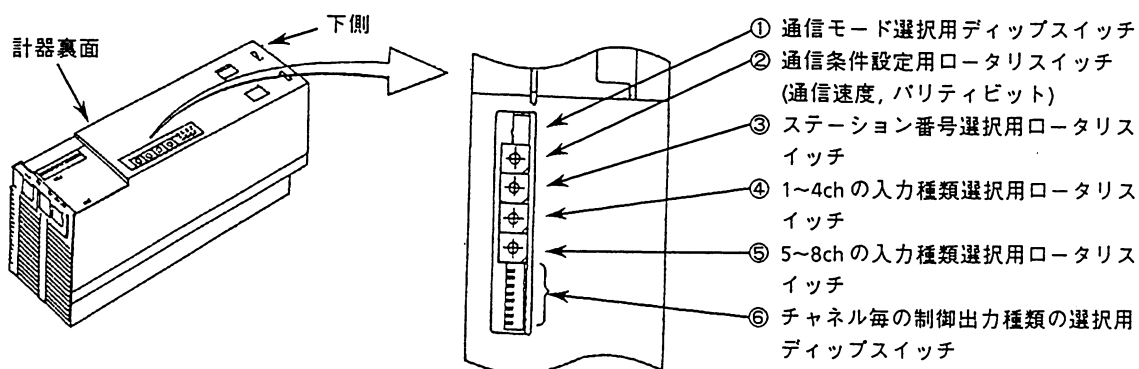

図3.2 ロータリスイッチとディップスイッチ
計器裏側のディップスイッチ⑥ (図 3.2) の切り換えと端子部の接続換えとにより、表 3.2 内の希望の出力種類にすることが可能。
- 制御出力端子を用いて、あらかじめ設定した値の出力が可能。[目標設定値 (SP) として設定した値]